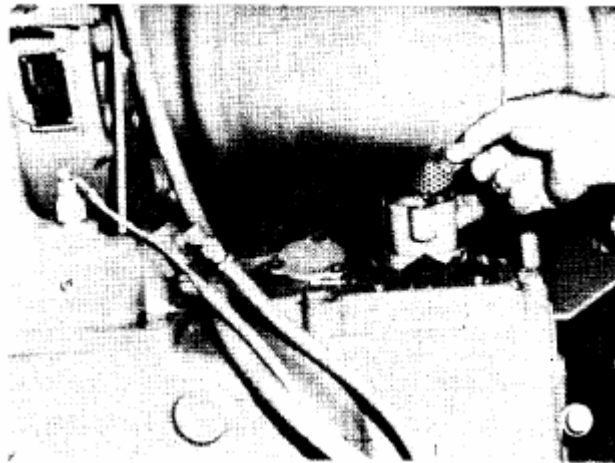

Рис.2-25 (N11934). Сапун картера двигателя - сетчатого типа
2. Снимите винты, шайбы, крышку, экраны и отражатель, если используется, из корпуса сапуна. Рис.2-25.